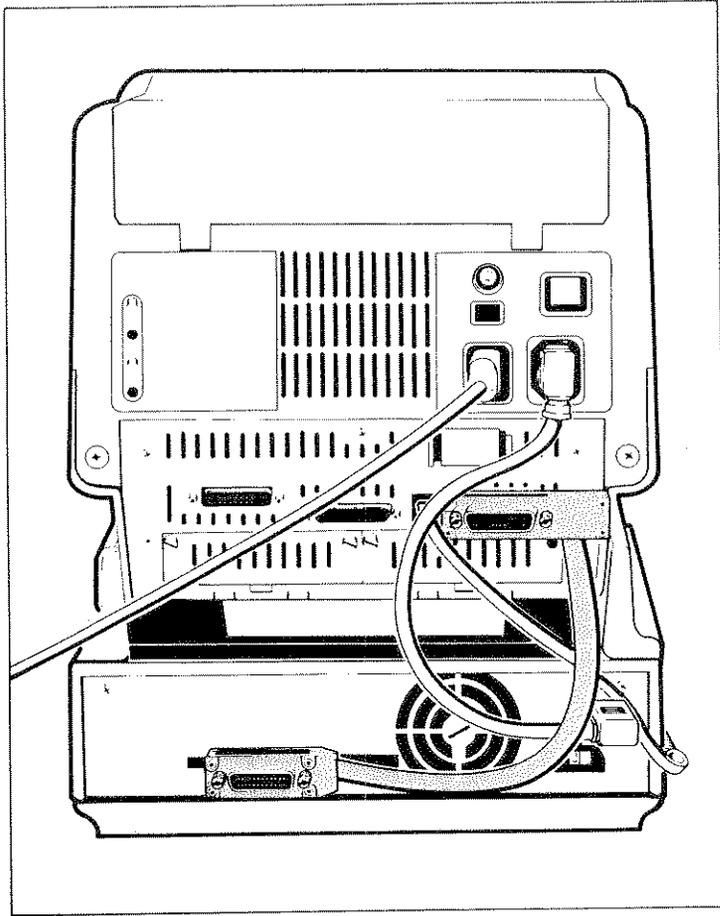

Figura 4: Cavo HP-IB che connette il computer e l'unità disco.
- La figura 4 illustra l'aspetto del cavo HP-IB con un computer HP150. Se avete un altro tipo di computer la connessione HP-IB sul vostro computer può essere in una posizione diversa.